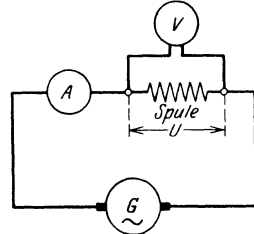

Abb. 132. Schaltung zu Aufgabe 237.
**237.** Zur Bestimmung der Induktivität der Spule in Abb. 132 wurde in den Stromkreis derselben eingeschaltet ein Dynamometer  $A$  und parallel zur Spule ein Voltmeter  $V$ . Das erstere zeigte 200 [150]° Ausschlag an, das letztere  $U = 50$  [48] V. Die Drehzahl der zweipoligen Wechselstrommaschine wurde zu 2800 [2400] pro Minute bestimmt. Die Konstante des Dynamometers ist  $K = 0,355$  und der Spulenwiderstand  $5[2]\Omega$ . Wie groß ist hiernach  $L$ ?